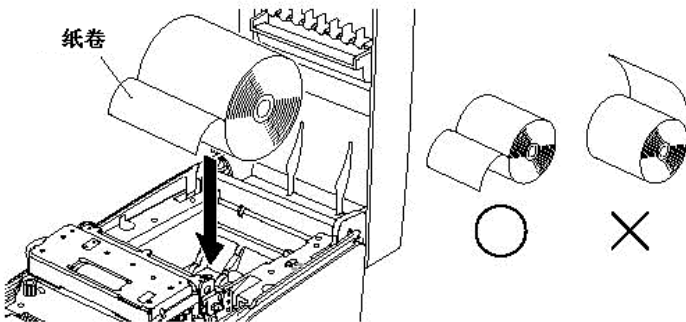

图5-13 放入卷纸
②沿垂直方向切齐卷纸开头段。
③确认打印机电源已打开。
④认准卷纸的方向，如图 5-13 般将纸放入纸凹槽内。